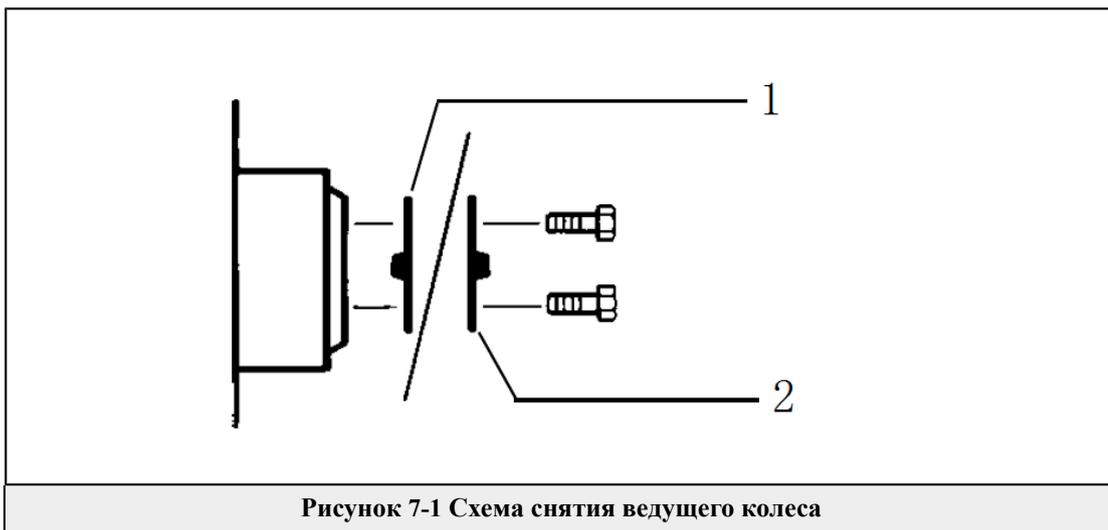

Рисунок 7-1 Схема снятия ведущего колеса
- 5) Если требуется использовать лебедку для перемещения подъемной рабочей платформы, тормоз ведущего колеса должен быть снят перед перемещением, тормоз должен быть снова присоединен в обратном порядке после транспортировки, См. **Figure 7-1** Тормоз ведущего колеса должен быть снят следующим образом:
- ① Используйте клин для подкладки по колеса, чтобы машина не катилась.
- ② Разобрать торцевую заглушку с помощью гаечного ключа, снова установить торцевую заглушку в обратном порядке, чтобы получить доступ к тормозу.